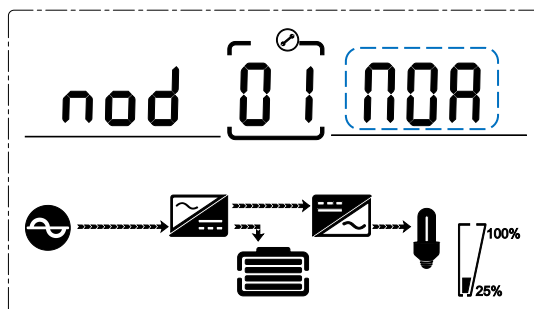

Fig. 4-13 Ajuste de modo
Una vez en el menú de ajustes, aparece el modo predeterminado (01) y el cuadro de número de menú de ajuste parpadea. (Fig. 4-13).